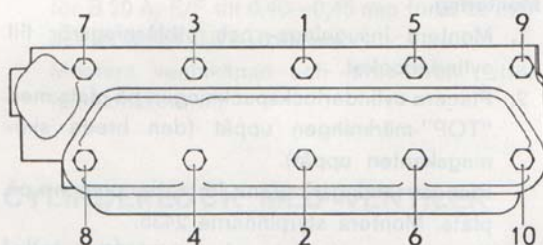
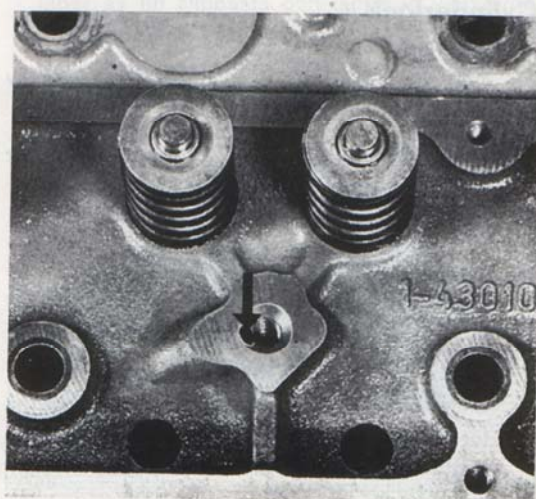

Bild 28. Åtdragningsföljd för cylinderlocksskruvar, B 20
Bild 30. Oljehål i cylinderlock
Cylinderlocket monteras med hjälp av styrrpinnar 2435. Skruvarna måste dras i bestämd ordningsföljd enligt bild 28 resp. 29, för att onödiga spänningar ska undvikas. Kontrollera att oljehålet bild 30, för smörjning av vipparmarna är öppet.
3. Kontrollera att oljekanal (bild 30) i cylinderlocket, för vipparmsmekanismen, är ren.
4. Placera cylinderlocket på plats. Montera skruvarna och ta bort styripinnarna. Cylinderlocks-kruvarna ska dras i tre steg — 1:a steget: 40 Nm (4,0 kpm), 2:a steget 80 Nm (8,0 kpm) och tredje steget efter varmkörningen enligt punkt 17. Skruvarna ska dras i ordningsföljd enligt bild 28 resp. 29.